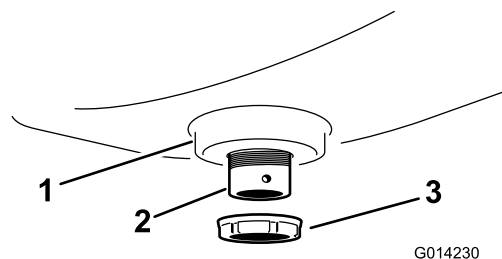

Figura 8
2. Prenda a união do anteparo ao depósito de lavagem com a porca flangeada de plástico (Figura 8).